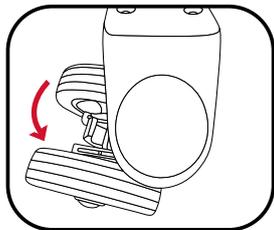

Figure 1
1. Tournez les roues de 180° pour permettre l'accès au levier de déverrouillage rapide (figure. 1)